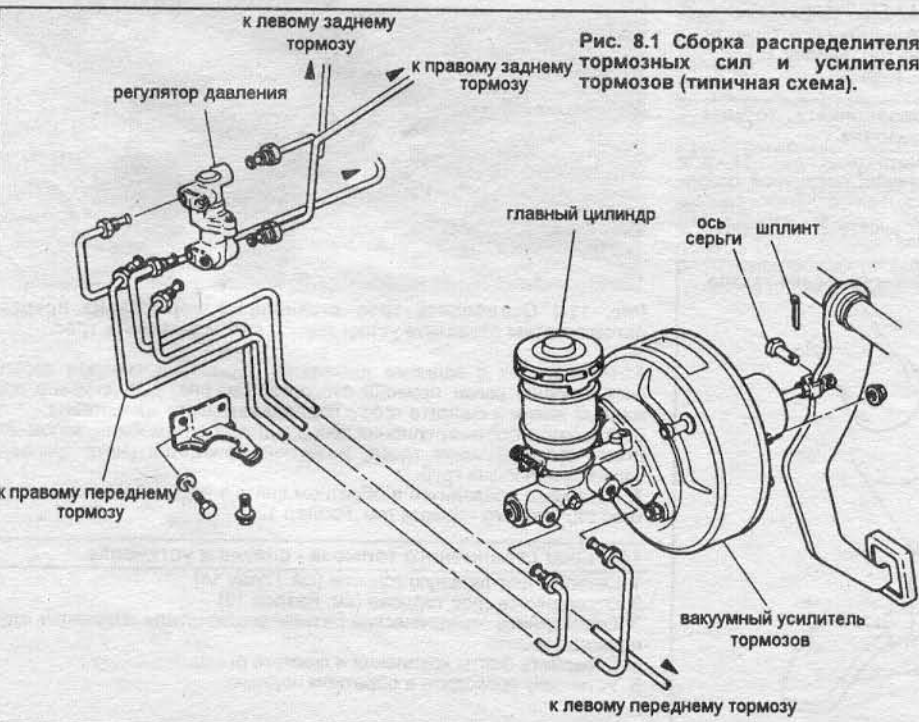

Рис. 8.1 Сборка распределителя тормозных сил и усилителя тормозов (типичная схема).
7. Найдите соединение педали тормоза и усилителя (см. рис. 8.1): оно находится под приборной доской напротив сидения водителя.